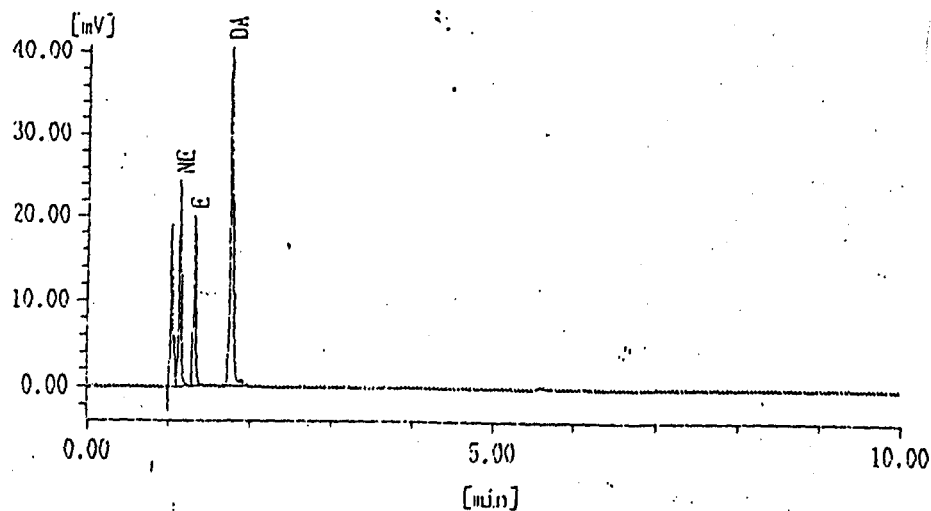
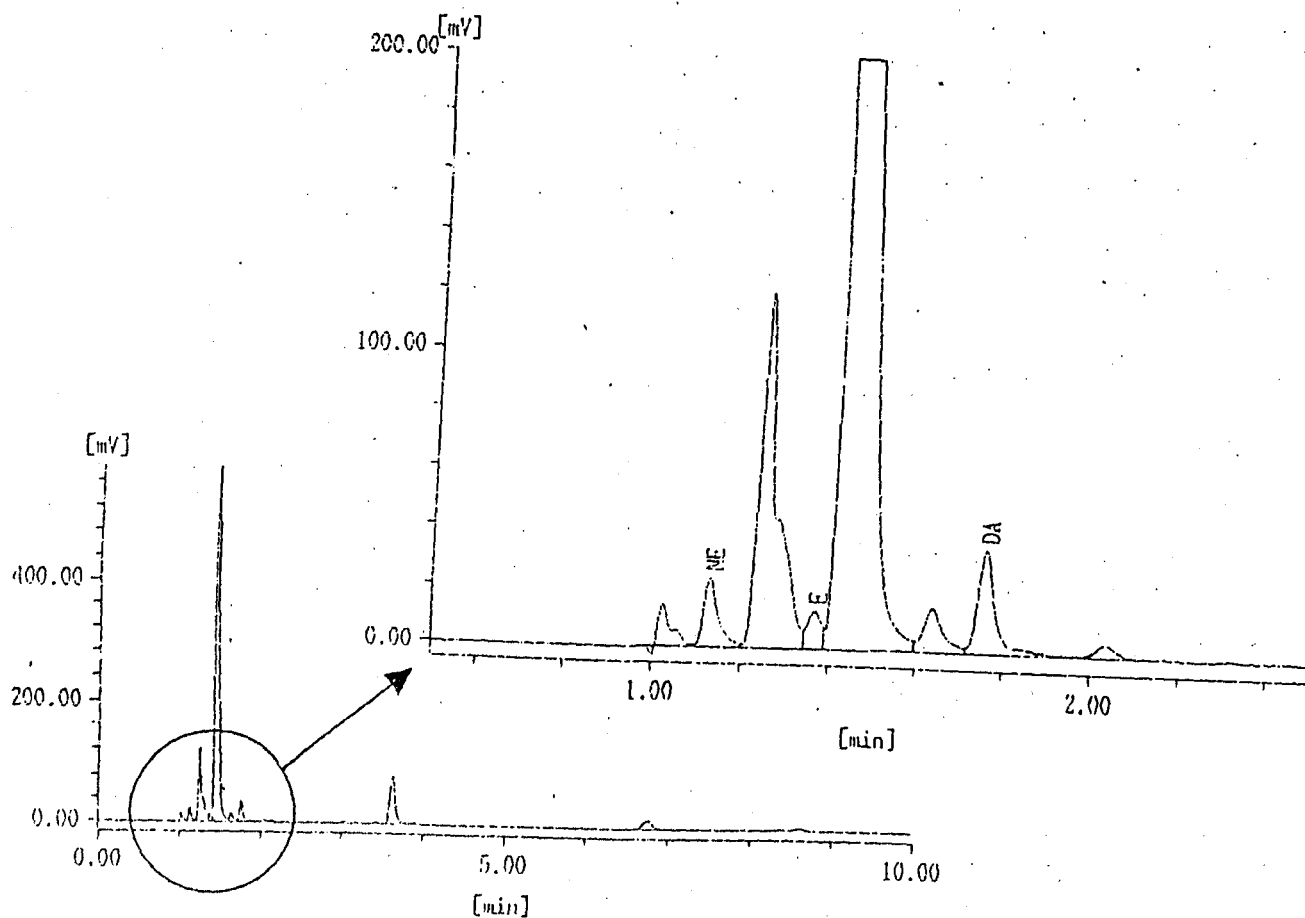

図. 1 標準カテコールアミン (各 2 ng) のクロマトグラム
図. 2 尿中のカテコールアミン (各 1.5 ng 添加) のクロマトグラム
応用例としてカテコールアミンを分離した例を紹介し、カテコールアミンの検出にはジフェニルエチレンジアミンやトリヒドロキシインドール酢酸を反応試薬に用いた蛍光検出がありますが、電気化学検出器を用いるのが最も容易な検出法です。図1に標準カテコールアミンのクロマトグラムを示します。2分以内の短時間でノルエピネフリン (NE)、エピネフリン (E)、ドーパミン (DA) が完全分離されています。また、図2に尿に標準を添加 (各1.5 μ g) したときのクロマトグラムを示します。十分な前処理を施していないためエピネフリンの分離は充分とは言えませんがノルエピネフリン、ドーパミンの分離は充分に達成されています。